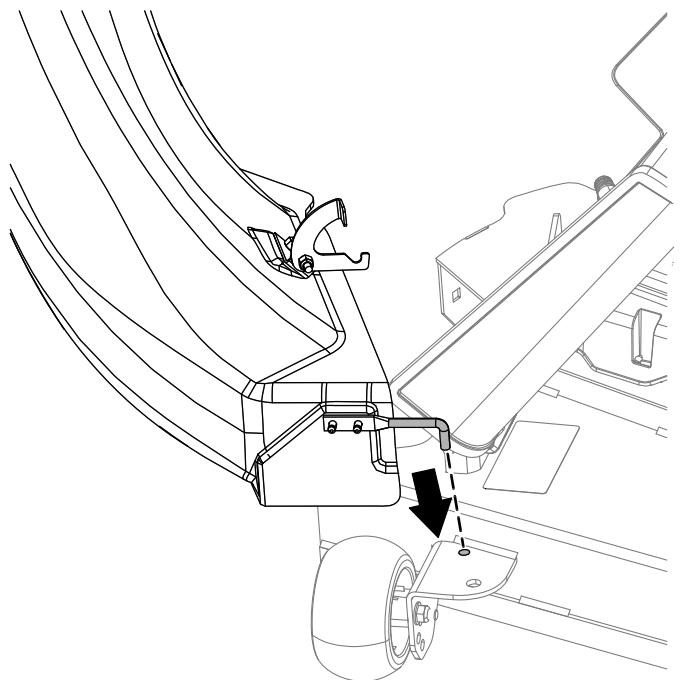

Bild 16
1. Kippen Sie den Auswurfkanal und setzen Sie den Stift in das Loch auf dem Mähwerk ein, wie in Bild 16 dargestellt.